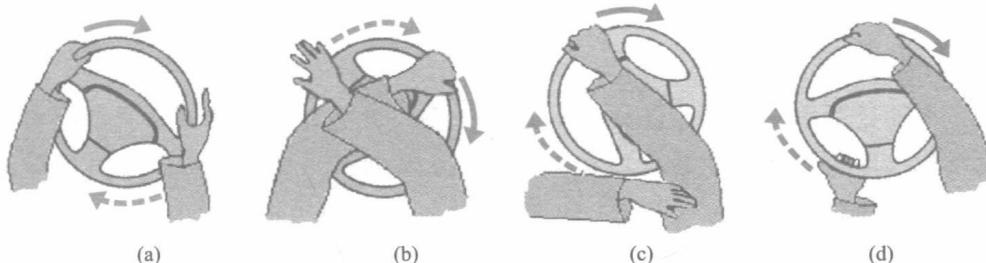

图1-6 连续向右转动转向盘
6) 连续向右转动转向盘。如图1-6所示，连续向右转动转向盘与上述方法类似。